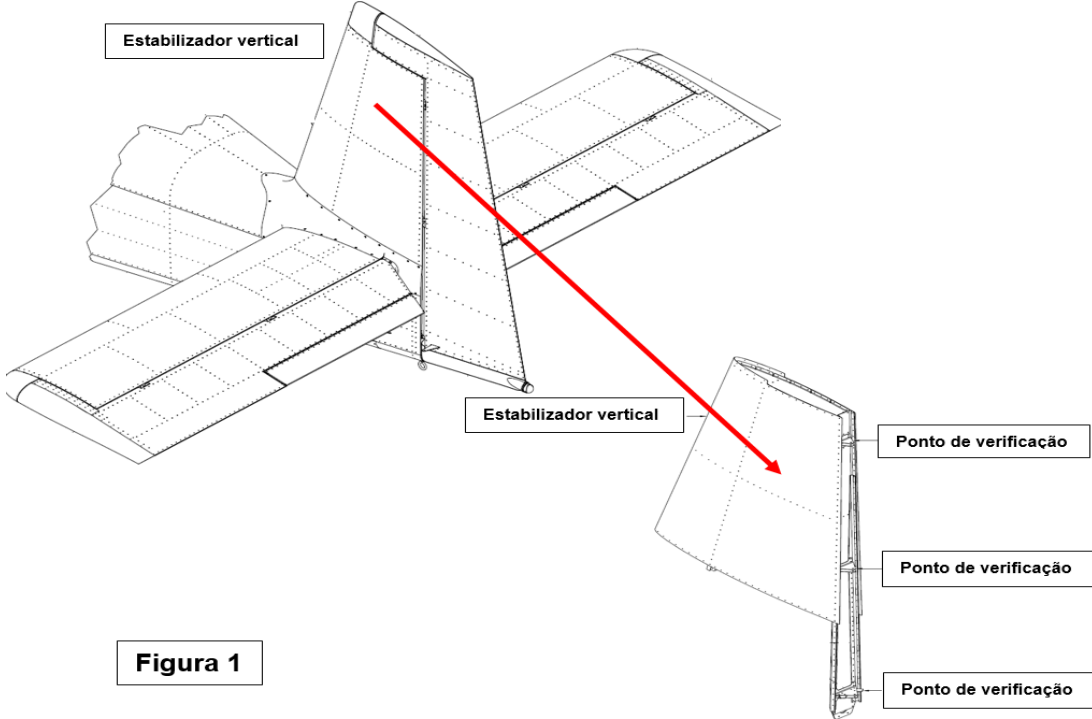

Figura 1
- 1- Remover o leme para verificação visual dos pontos de fixação do leme (conforme figura 1).